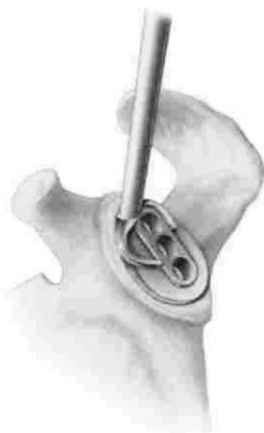

Figure 9
- 3 - Determine o tamanho do componente glenoidal adequado (fig.9);